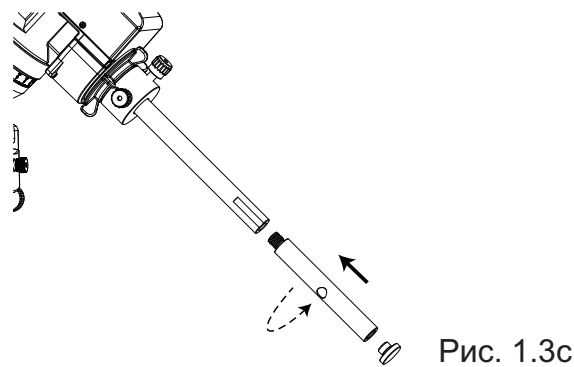

Рис. 1.3c
4. Монтировка AZ-EQ5 GT поставляется с удлинителем штанги противовесов длиной 120 мм, который при необходимости устанавливается на штангу. Перед установкой противовесов проверьте надежность фиксации удлинителя штанги противовесов (рис. 1.3c).